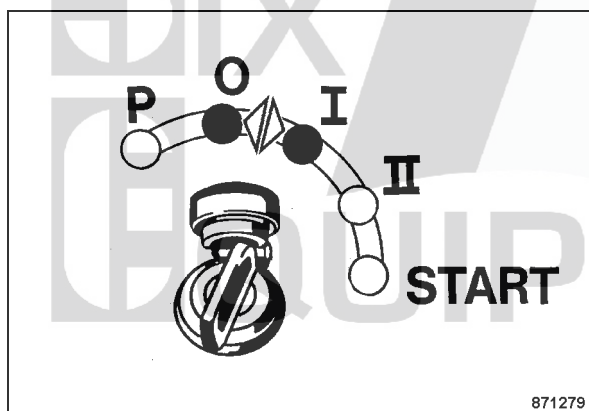

Fig. 81
- Couper puis remettre le contact (Fig. 81).